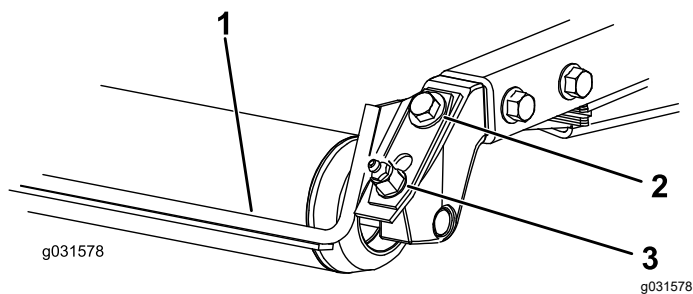

図 20
1. グリスフィッティングと取り付けねじをゆるめる 図 20。